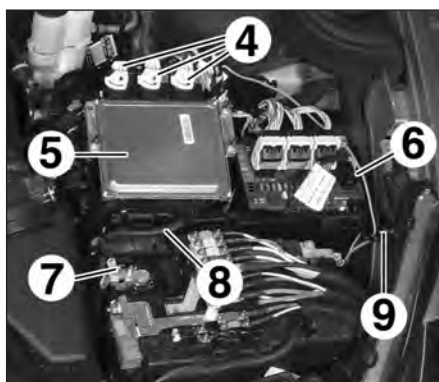

FIG.104
- les connecteurs (4) du calculateur de gestion moteur (5) (Fig.104),
- le connecteur (6),
- la masse (7).
- Écarter le faisceau moteur (8).
- Déposer le calculateur de gestion moteur (5).
- le câble de masse (9),